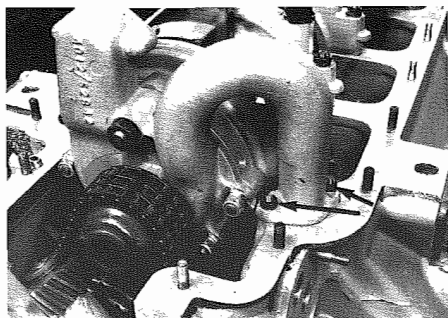

Fig. 89 - Dadi di fissaggio
- Allentare i dadi di fissaggio flangia pompa olio (**Fig. 89**).
- Loosen oil pump flange fixing nuts (**Fig. 89**).